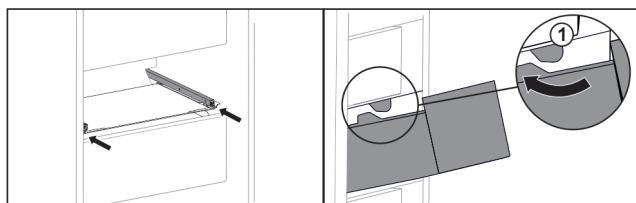

Fig. 125
► Обведите выдвижной ящик вокруг стопора Fig. 125 (1).